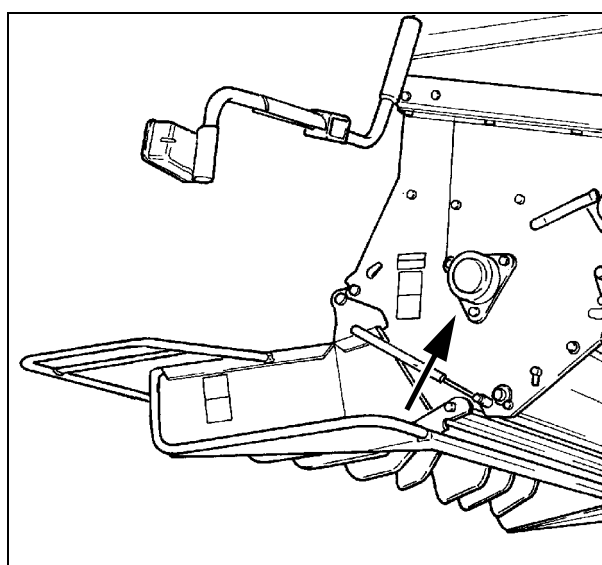

Рис. 10
**6.) Ротор соломорезки (при наличии)** Рис. 10